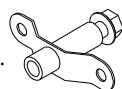

Figura 3
- Aloje el ojo de remolque. Ver Figura 3.